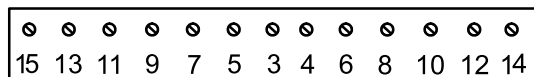

Рисунок 24
6. Следуя порядку действий, показанному на Рисунок 24, затяните винты с моментом 25,4 Н·м.